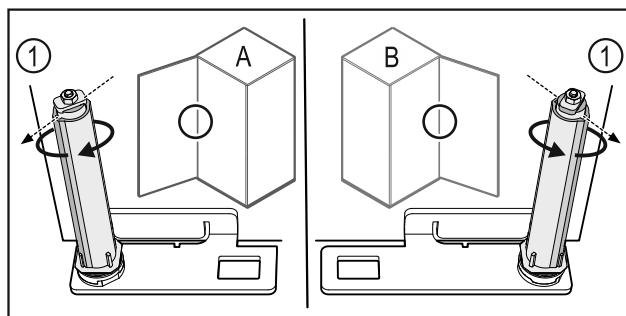

Fig. 63 Butée à gauche (A) / butée à droite (B)
- Tourner le système de fermeture contre la résistance jusqu'à ce que son arête Fig. 63 (1) pointe vers l'extérieur.